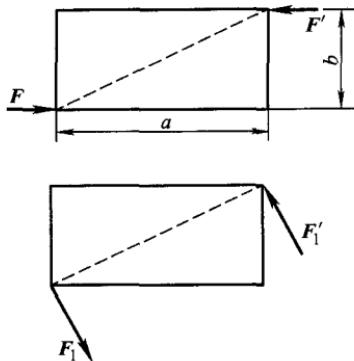

图 1-5 移钢板
**1-5** 矩形钢板的边长为  $a = 4\text{m}$ ,  $b = 2\text{m}$ (图 1-5), 作用力偶  $M(F, F')$ 。当  $F = F' = 200\text{N}$  时, 才能使钢板转动。试考虑如何选择加力的位置与方向才能使所费力为最小而达到使钢板转一角度的目的, 并求出此最小的力。